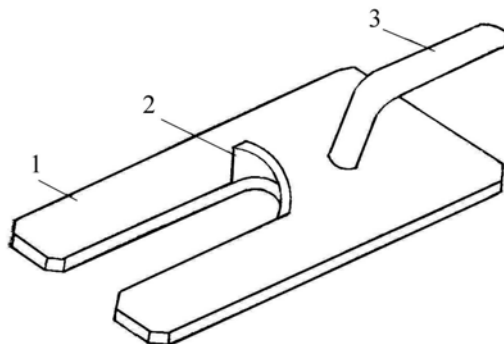

Рис. 30. Рамка подкладная:
**Рамка подкладная** (рис. 30) спиральным упором 2 подводится под один из витков шнековой спирали и удерживает на устье скважины шнековую колонну, отсоединенную от шпинделя бурового агрегата.